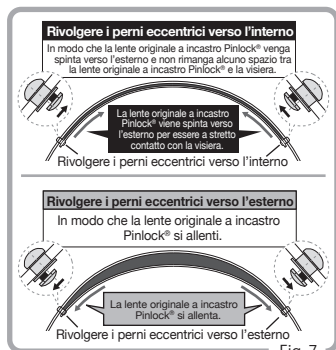

Fig. 7
- ① Rimuovere la visiera dal casco e scollegare la lente originale a incastro Pinlock® dalla stessa.
- ② Regolare i perni eccentrici facendoli ruotare con uno strumento. (Fig. 7)
- ③ Riposizionare la lente originale a incastro Pinlock® sulla visiera. Assicurarsi che tra la lente originale a incastro Pinlock® e la visiera non vi sia alcuno spazio dopo aver fissato la visiera al casco. Qualora ci sia uno spazio, ripetere gli stessi passaggi.